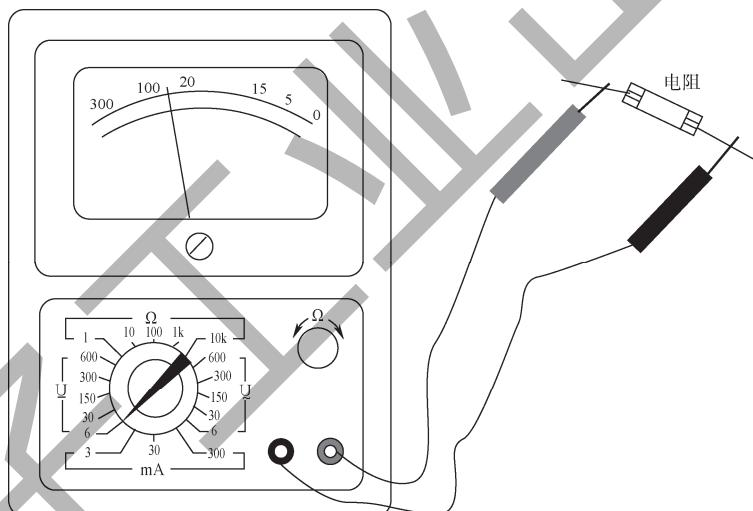

图 2-20 万用表测电阻
(1) 将转换开关拨至欧姆挡，把红黑表笔搭在一起短路，使指针向右偏转，观察是否能够偏转至零点，若没有，则需调整“ Ω ”调零旋钮，使指针恰好指到 0。
(2) 将两根表笔分别接触几个被测电阻两端，读出指针在欧姆刻度线（第一条线）上的读数，如图 2-20 所示。